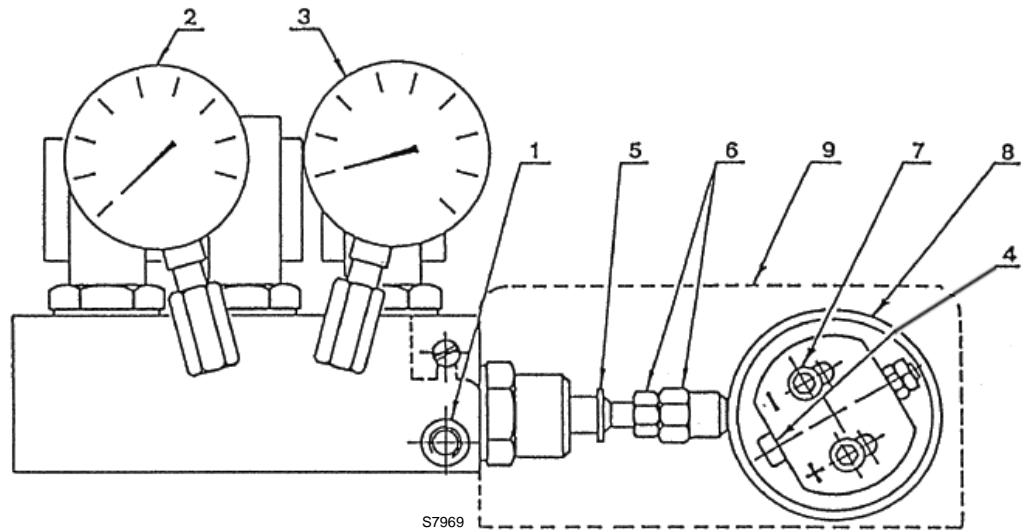
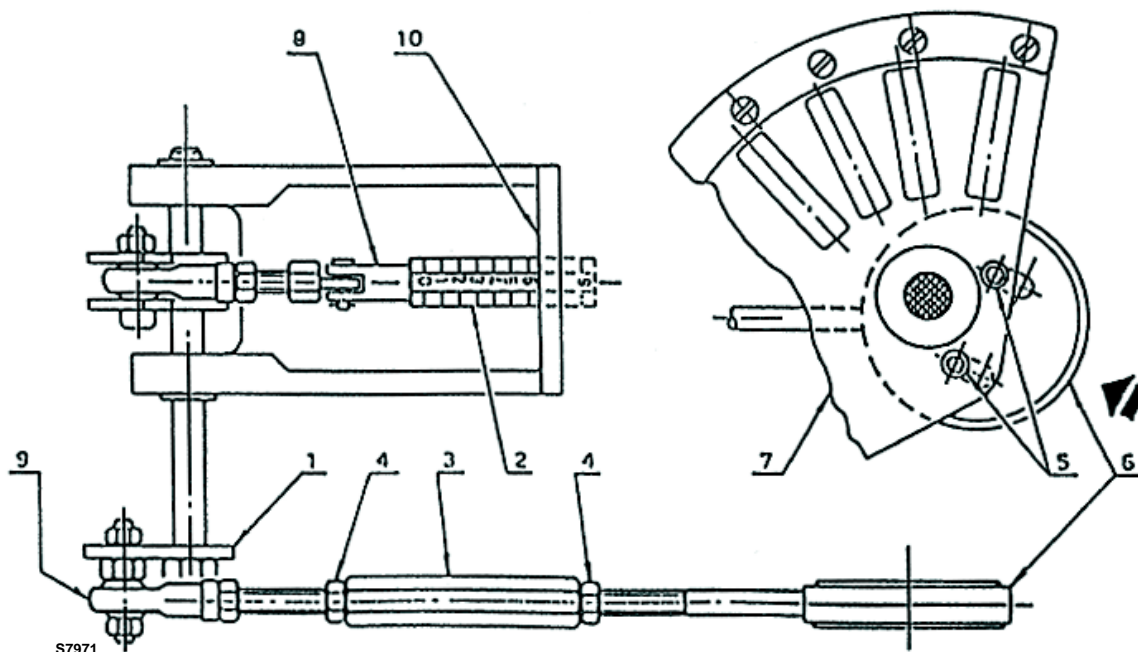

Abb. 11
Abb. 13
Der Flammkopf bewegt sich gleichzeitig mit dem Nocken (8) (Abb. 11), den Nocken mit einstellbarem Profil und der Gasdrossel. Die Flammkopfpositionierung ist auf dem Zylinder (2) ersichtlich (Abb. 13).
Um keine Schleichen zu verursachen, dürfen die Grenzen der Höchst und Mindestöffnung nicht überschritten werden, welche auf Zylinder 2) (Abb. 13) der Raste 9 mit Stellmotor auf 130° und Raste 0 mit Stellmotor auf 0° entsprechen.
Ist die Einstellung vorgenommen, die Muttern 4) mit dem wie auf der (Abb. 13) positionierten Kugelgelenk 9) festmachen.